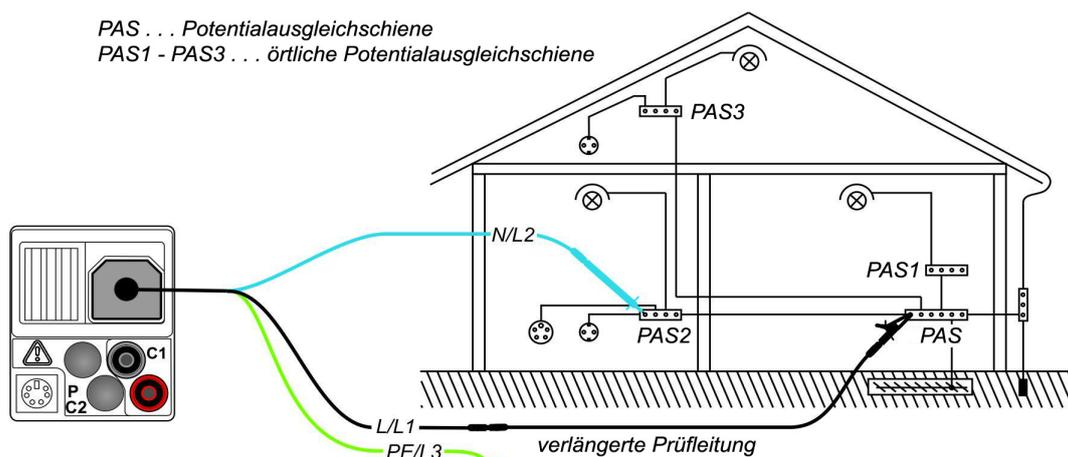

Abbildung 5.9: Anschluss der 3-Leiter-Prüfleitung und der optionalen 40 m Messleitung BENNING TA 5 (044039) - Abbildung am Beispiel des IT 130
- ❑ Kontaktieren Sie die Prüflleitungen an das Prüfobjekt (siehe Abbildung 5.9).